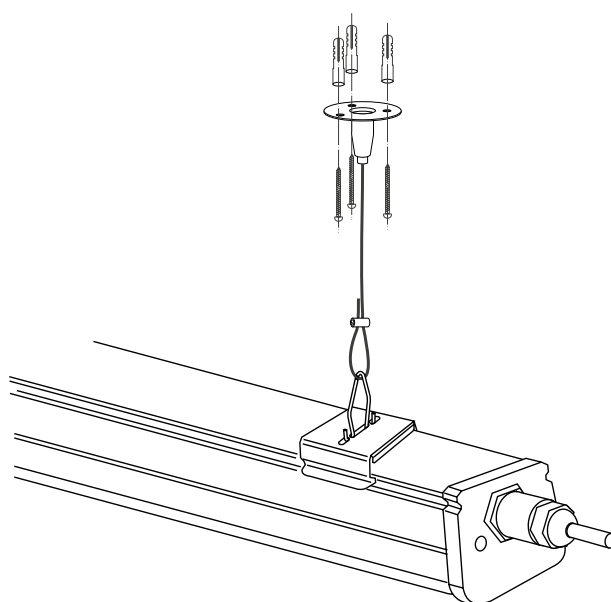

Рис. 2. Установка светильника подвесным способом
- Для подвесного монтажа (рис. 2) закрепите на потолке цанговые зажимы для тросов (арт. 043656). Закрепите на скобе зажим для троса. Установите скобу на светильник.